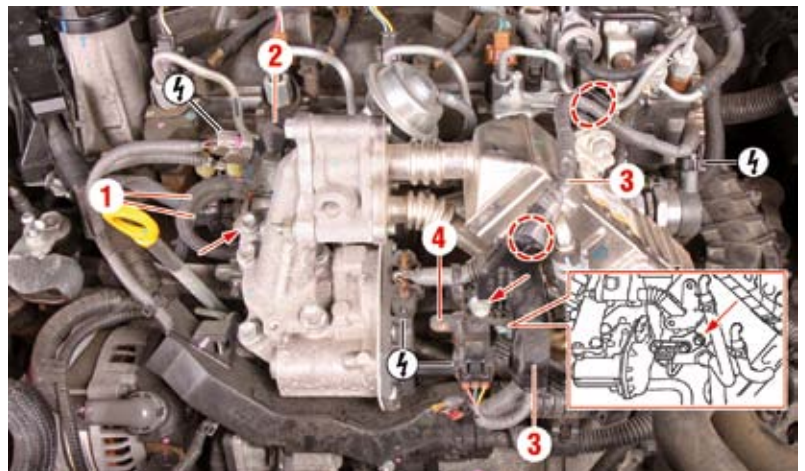

Fig. 30
- Scollegare i manicotti (1) (Fig. 30).
- Staccare l'elettrovalvola (2).
- Spostare i fasci cavi (3).
- Staccare il sensore di pressione aria sovralimentata (4).